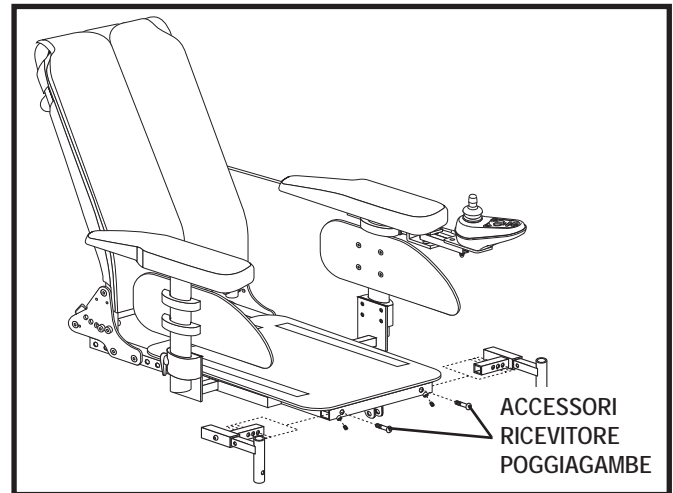

Figura 12. Regolazione della larghezza del poggiamambe
2. Allentare i fissaggi del supporto del poggiamambe. **Vedere figura 12.**